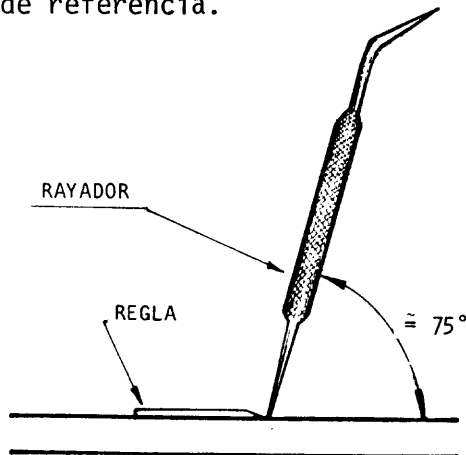

Fig. 3
- ___ b Trace, apoyando el rayador contra el canto de la regla, con inclinaciones aproximadas de 75° (fig. 3), marcando con la punta entre los puntos de referencia.